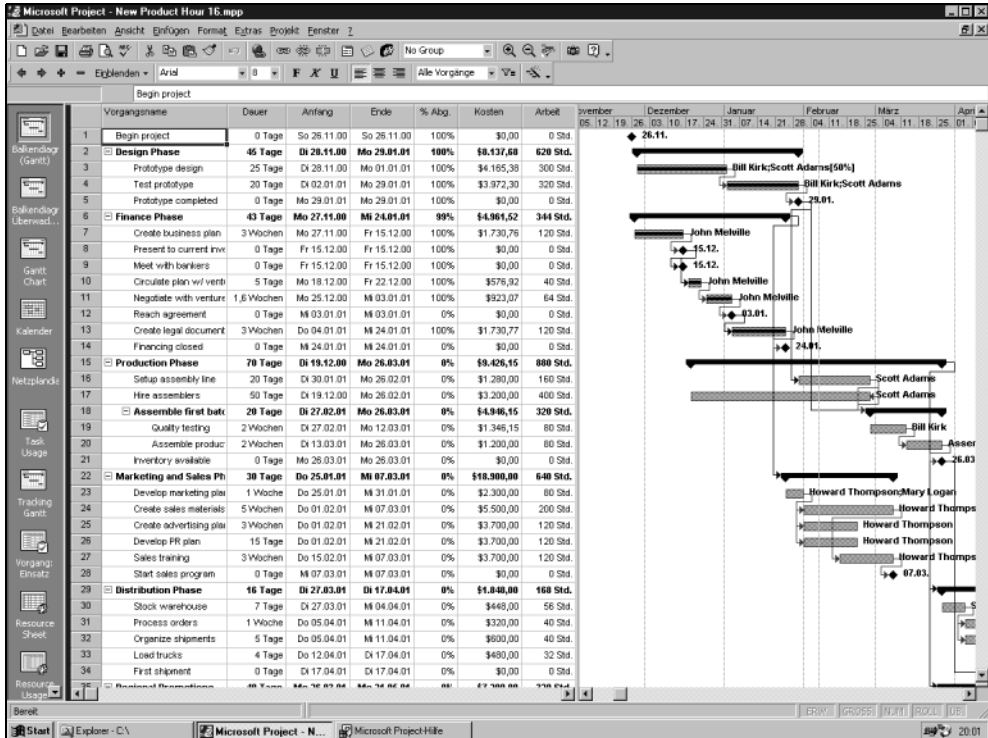

Abbildung 16.13:
2. Wählen Sie ANSICHT, TABELLE, ÜBERSICHT. Mehrere Spalten werden für die Liste erscheinen. Dies ist in Abbildung 16.13 dargestellt. Im Fall von Vorgängen sind die Übersichtsspalten DAUER, ANFANG, ENDE, % ABGESCHLOSSEN, KOSTEN und ARBEIT.